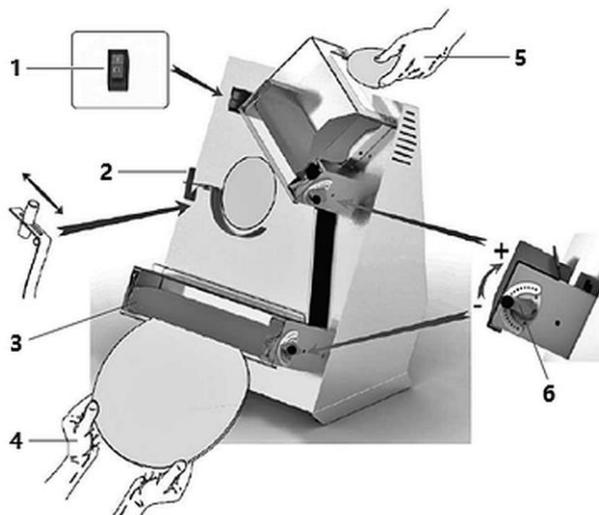

Fig. 7
1. Agire sull'apposita leva (6, fig. 7) per regolare la distanza tra le coppie di rulli sfogliatori in alto e in basso in base allo spessore dei semilavorati di impasto da lavorare.